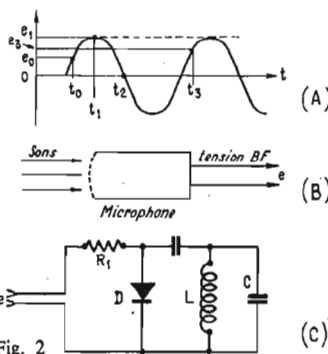

Fig. 2
Considérons un signal BF représenté sous forme de tension variable (voir Fig. 2 (A) de forme quelconque, par exemple sinusoïdale pour simplifier l'exposé, à la fréquence basse F (F plus petite que 10 KHz par exemple).
Soit maintenant un générateur de ce genre est, parmi de nombreux autres, un microphone (voir (B) Fig. 2). Lorsqu'on parle devant un microphone, celui-ci fournit une tension BF e dont la forme représente les sons captés par le microphone. La tension e aura donc une forme différente de celle d'une sinusoïde.
La diode recevant en plus de la polarisation inverse, une polarisation variable qui est la tension c , sa capacité variera selon la variation de c . De ce fait, (voir C Fig. 2) la fréquence f du circuit LC variera au rythme de la variation de la capacité de la diode ce qui est par définition de la modulation de fréquence.